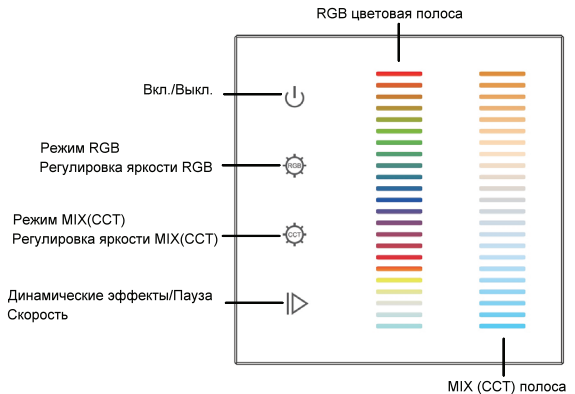

Рис.4. Назначение сенсорных органов управления.
- Коснитесь сенсорной полосы-слайдера выбора цвета (RGB цветовая полоса, Рис.4).
- 3.10. Проверьте управление лентой с панели (Рис.4).